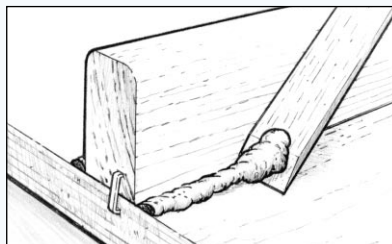

Figure 12 Retirer ou façonner l'excédent d'époxy qui s'échappe de la jointure.
4. Dès que les dispositifs de serrage ont été mis en place, retirez ou façonnez l'excédent d'adhésif qui s'est échappé de la jointure. Un stick de mélange WEST SYSTEM 804 dont une extrémité a été poncée pour donner un bord en biseau est l'outil idéal pour retirer l'excédent d'époxy (*Figure 12*). Laissez durcir complètement avant d'enlever les dispositifs de serrage.